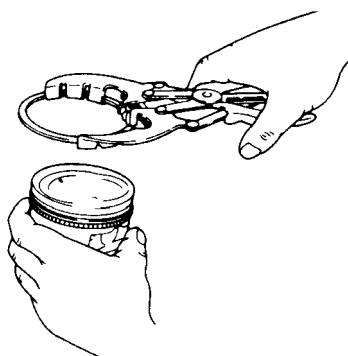
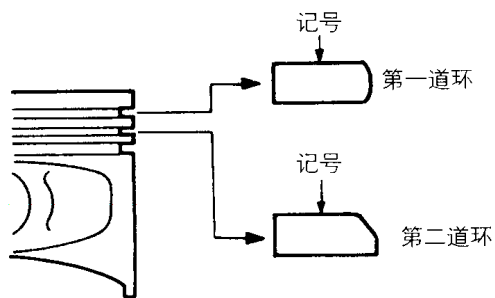

图 2-94 安装活塞气环
图 2-95 活塞气环的记号
(3) 如图 2-94 所示，安装第二道活塞环和第一道活塞环时，用活塞环扩张器将第二道环装到活塞环槽内，然后再装第一道环。注意要注意第一道和第二道活塞环之间的差异，装第一道和第二道活塞环时，要将它们刻有记号的侧面向上（向活塞顶侧）（见图 2-95）。